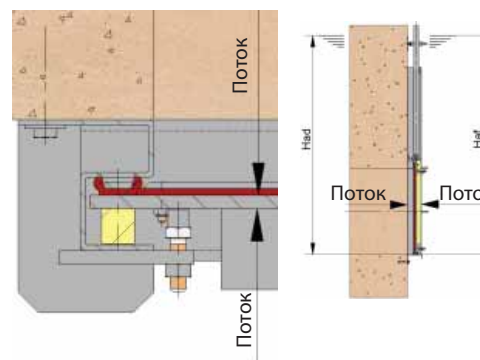

Рис. 3
**Двунаправленный.** (Рис. 3). Затворы данного типа используются при переменном направлении потока, который либо прижимает затвор к стене, либо отжимает его от стены. Конструкция данного затвора идентична конструкции однонаправленного затвора с менее предпочтительным вариантом установки. В таких затворах используются уплотнения типа «двойной пик».